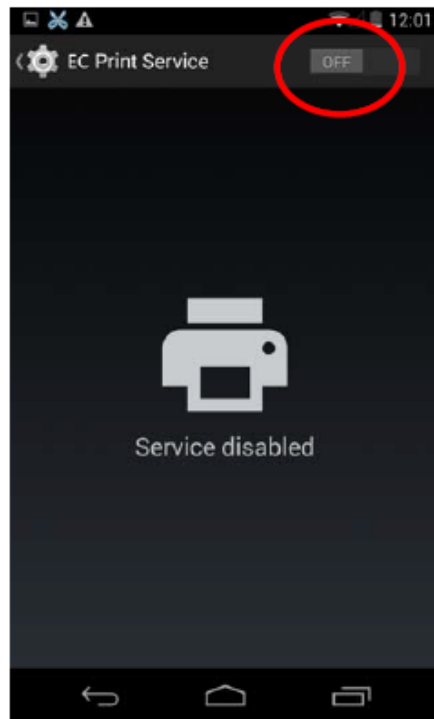

Figura 23
3.4 Cambie la función “EC Print Service” de “OFF” a “ON” (como se muestra en la Figura 23).